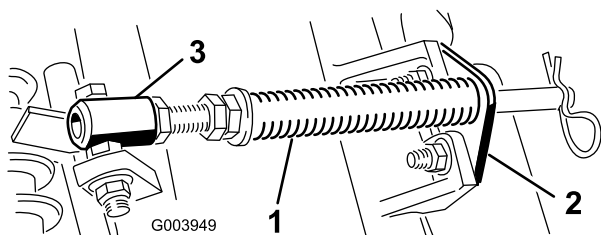

図 5
A. カッティングユニットのタブにロッド・ブラケットを固定しているキャリッジ・ボルト2本を外す（図 5）。
- B. スプリング・チューブのキャップスクリュをキャリア・フレームのタブに固定しているフランジ・ナットを外す（図 5）。